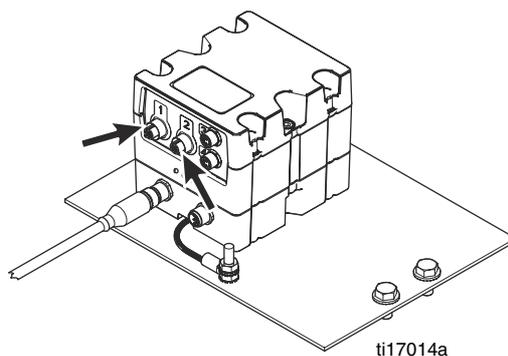

FIG. 14: Connexions du câble de données de débitmètre
- Si le câble de données est destiné au débitmètre côté A (rouge), raccordez-le au port 1 du FCM. Consultez la FIG. 14.*
- Si le câble de données est destiné au débitmètre côté B (bleu), raccordez-le au port 2 du FCM. Consultez la FIG. 14.*